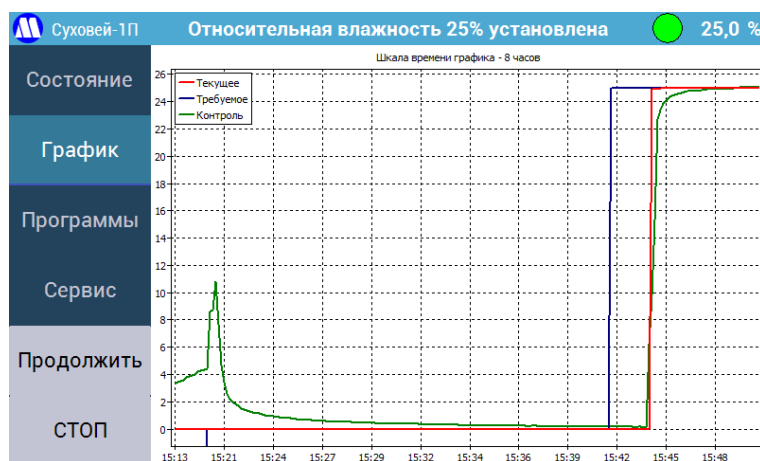

Рисунок 8 – Экран «График».
7.2.6. На экране «График» (Рисунок 8) отображаются графики воспроизводимого (красный) и заданного (синий) значений относительной влажности в измерительной камере и показания контрольного измерительного преобразователя (зеленый), если он подключен. Текущий масштаб времени графика отображается в верхней части экрана. Переключить масштаб графиков по оси X можно, либо нажимая на область графиков (по возрастанию), либо нажимая на кнопку «График» (по убыванию), либо в меню «Настройки отображения» - см. п.7.2.10.1). Перерисовка графиков в соответствии с новым масштабом произойдет при очередном опросе генератора (обычно не более 2 секунд). Масштаб графиков по оси Y выбирается автоматически.